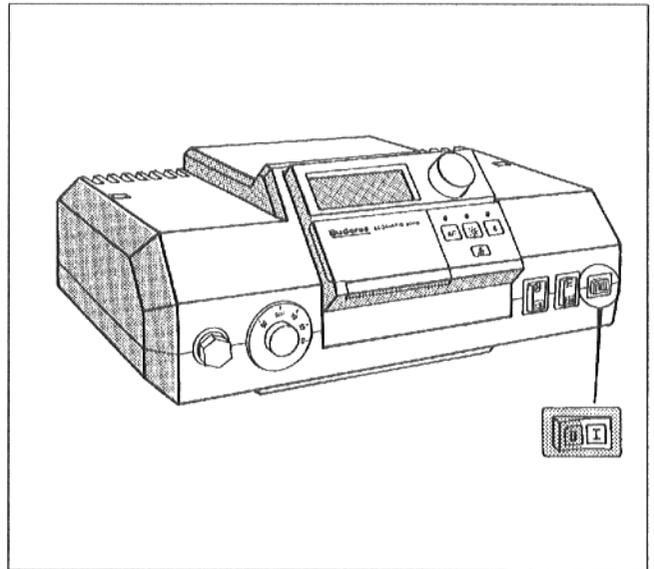

Fig. 1: Punerea în funcțiune a arzătorului de gaz
- Se fixează comutatorul de pornire (Fig. 1) în poziția I (ON).
- Se fixează comutatorul de pornire (Fig. 1) în poziția 0 (OFF).